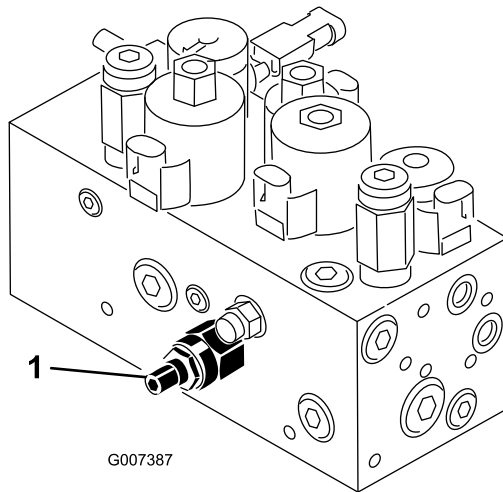

Figura 58
El circuito de elevación/bajada de la unidad de corte está equipado con una válvula de control de flujo (Figura 58). Está válvula viene ajustada de fábrica, con una abertura de aproximadamente 3 vueltas, pero es posible que sea necesario ajustarla para compensar diferencias en la temperatura del aceite hidráulico, velocidad de siega, etc. Si es necesario ajustarla, proceda de la manera siguiente:
1. Levante el asiento y localice la válvula de control de flujo del bastidor de tiro central (Figura 58), situada junto al colector hidráulico.